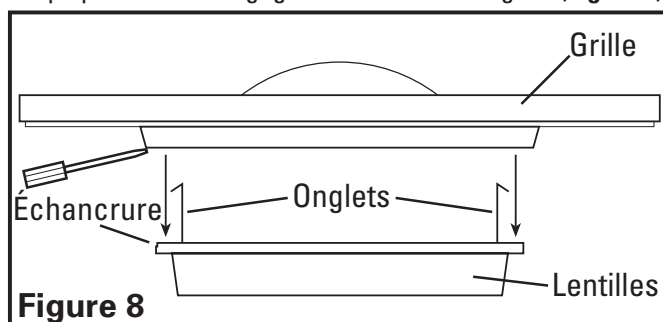

Figure 8
2. Enlever les lentilles de lampe en verre de la grille en tirant vers le bas sur les lentilles. Elles sont tenues en place avec des onglets dissimulés des deux côtés de la lentille. Il pourrait être nécessaire d'insérer soigneusement un couteau à mastiquer ou un tournevis dans les échancrures autour des lentilles de lampe pour aider à dégager les lentilles de la grille (**Figure 8**).